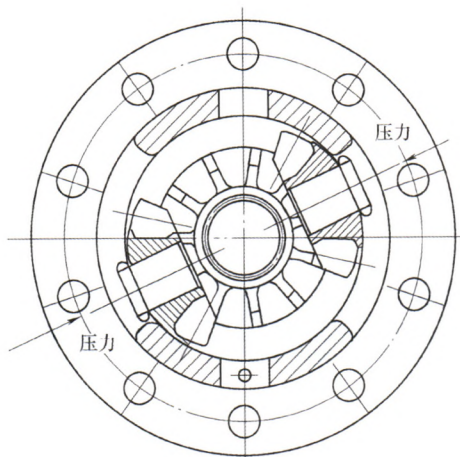

图 3
1) 行星齿轮及垫片放在支承轴上，下行气缸压头分别插入两端垫片的端面，然后径向气缸向壳体窗口处推进。当推进到与太阳齿轮相啮合时，两端压头继续保持原有的压力作逆时针旋转，同时主压头的花键轴带动太阳齿轮也作同方向旋转，此时将两个行星齿轮及垫片旋入到差速器壳体的球面内，旋入到差速器壳体的行星齿轮轴孔的中心线时，在此设计激光测量系统，差速器壳体的行星齿轮轴孔与行星齿轮孔的中心线完全重合时，各系统的运行就立刻停止，各压头恢复初始状态，工件在装配线自动移动到下一工序（见图3）。